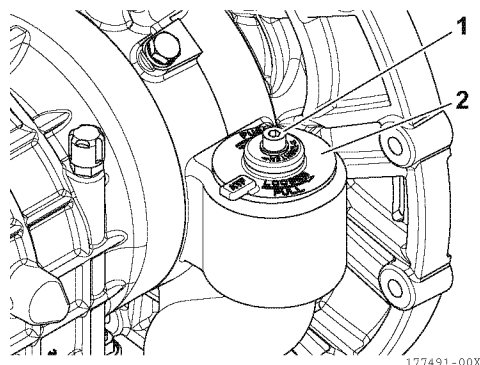

Abbildung 11
1. Die Kopfschraube (1, **Abbildung 11**) am Filterkartuschendeckel (2, **Abbildung 11**) mit dem 6-mm-Sechskantschlüssel lösen.